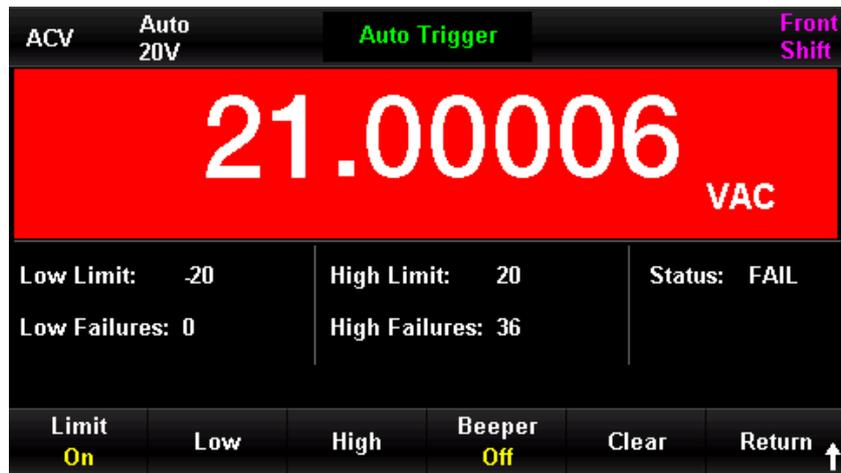

Abbildung 4-9 Menü zur Messung der ACV-Grenzwerte
5. Wenn der untere Grenzwert auf 0 V geändert wird, liegt der gemessene Wert nicht innerhalb des eingestellten Grenzwerts, so dass der Piepser ertönt, die Hauptanzeige rot ist, der Status des Grenzwerttests "Fail" lautet und die Anzahl der Fehler des oberen Grenzwerts angezeigt wird, wie in Abbildung 4-9 dargestellt.